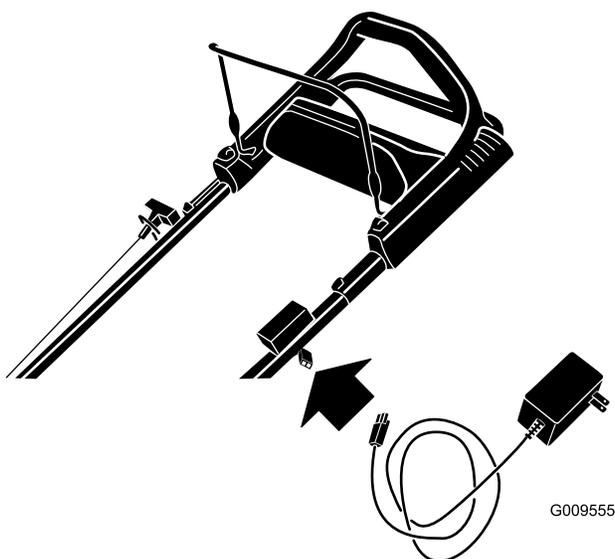

Figure 37
1. Branchez le chargeur au faisceau de câblage situé sous le bouton de démarrage électrique (Figure 37).
**Remarque:** La machine est livrée avec un fusible de rechange situé dans le boîtier du chargeur de batterie (Figure 37).